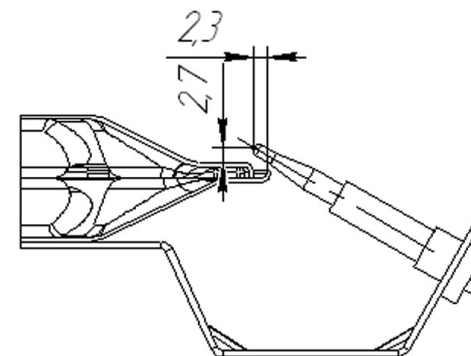

Рис. 12
** Чтобы правильно установить термопару, необходимо снять дно духовки, затем отрегулировать конец термопары согласно рис. 12. Регулировка осуществляется подгибкой полки кронштейна крепления термопары.